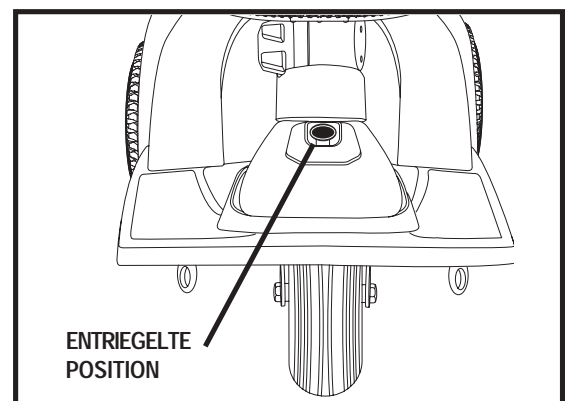

Abb. 20A. Lenkersicherungshebel (Entriegelt)
9. Entsichern Sie das Vorderrad, indem Sie den Lenkersicherungshebel 90° gegen den Uhrzeigersinn drehen. Siehe Abb. 20A.